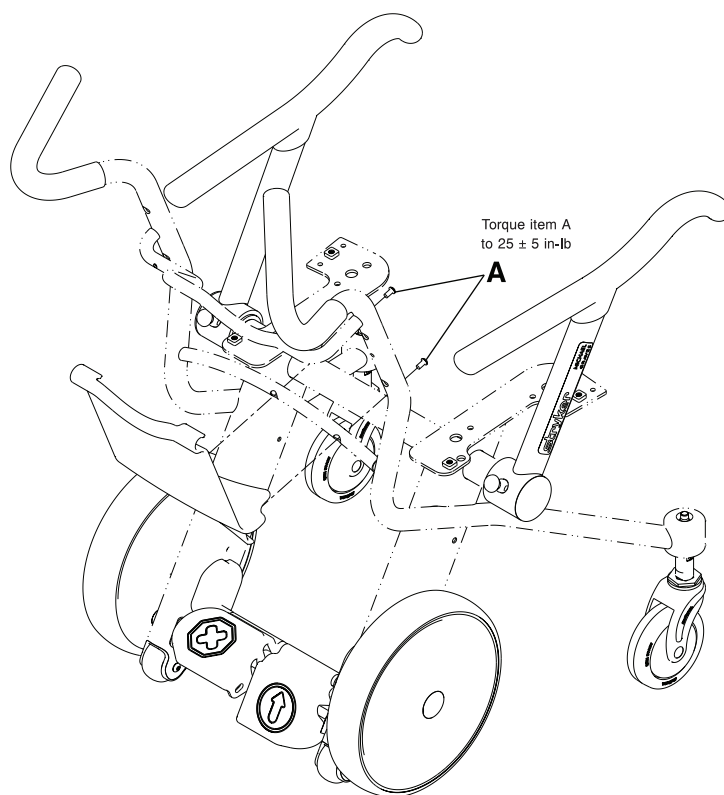

图14-22: 病历架更换
3. 两个将病历架底部固定到座椅框架上的圆头螺钉，使用一个5/32"六角扳手取下(A)(图14-22 第14-38页)。保留螺钉。重新安装螺钉时，使用一个3/8" 传动扭矩扳手(ft-lb)拧紧螺钉到 $25 \pm 5$  in-lb ( $2,8 \pm 0,6$  Nm)。